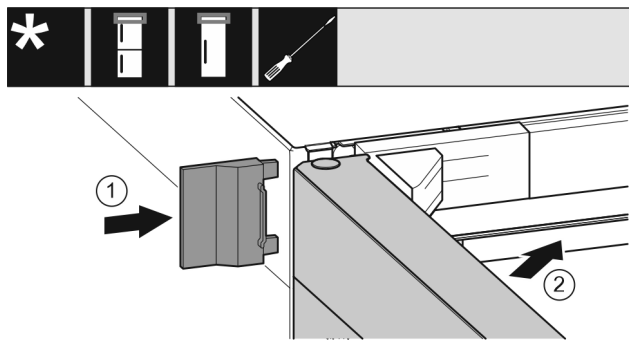

Fig. 21
- ▶ Spingere la copertura esterna. Fig. 21 (1)
- ▶ Chiudere la porta superiore. Fig. 21 (2)